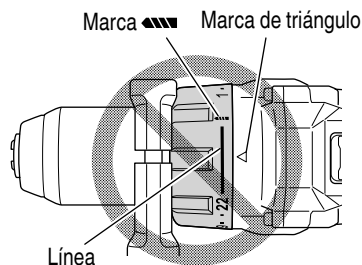

Fig. 16
- Evite usar la unidad con el número del dial del embrague entre "22" y la línea provista en el medio de la marca del taladro "▲". Si lo hiciese, se podrían producir daños (Ver Fig. 16).